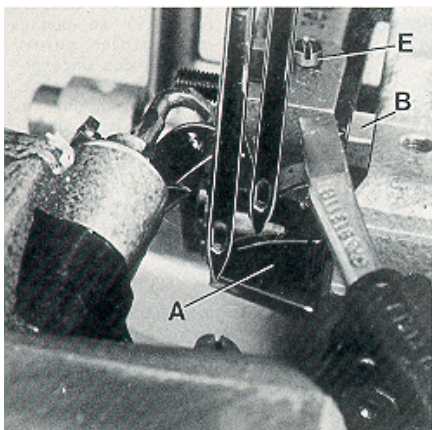

Fig.16
When the needle guard (A, Fig. 16) is in its most forward end position, its guarding surfaces should just contact the back of the needles without deflecting them. After loosening screw (B, Fig. 16) needle guard (A) can be moved accordingly to the front or to the rear. Retighten screw.
Wenn der Nadelanschlag (A, Fig. 16) in seiner vorderen Endstellung ist, sollen seine Schutzflächen die Rückseite der Nadeln gerade berühren, ohne sie abzulenken. Nach Lösen der Schraube (B, Fig. 16) kann der Nadelanschlag (A) entsprechend nach vorne oder hinten geschoben werden. Ziehen Sie die Schraube wieder an.
Adjust the supporting screw (E, Fig. 16) in the feed bar to the required height and assemble the feed dog.
Stellen Sie die Stützschraube (E, Fig. 16) im Transporteurträger auf die entsprechende Höhe und montieren Sie den Transporteur.